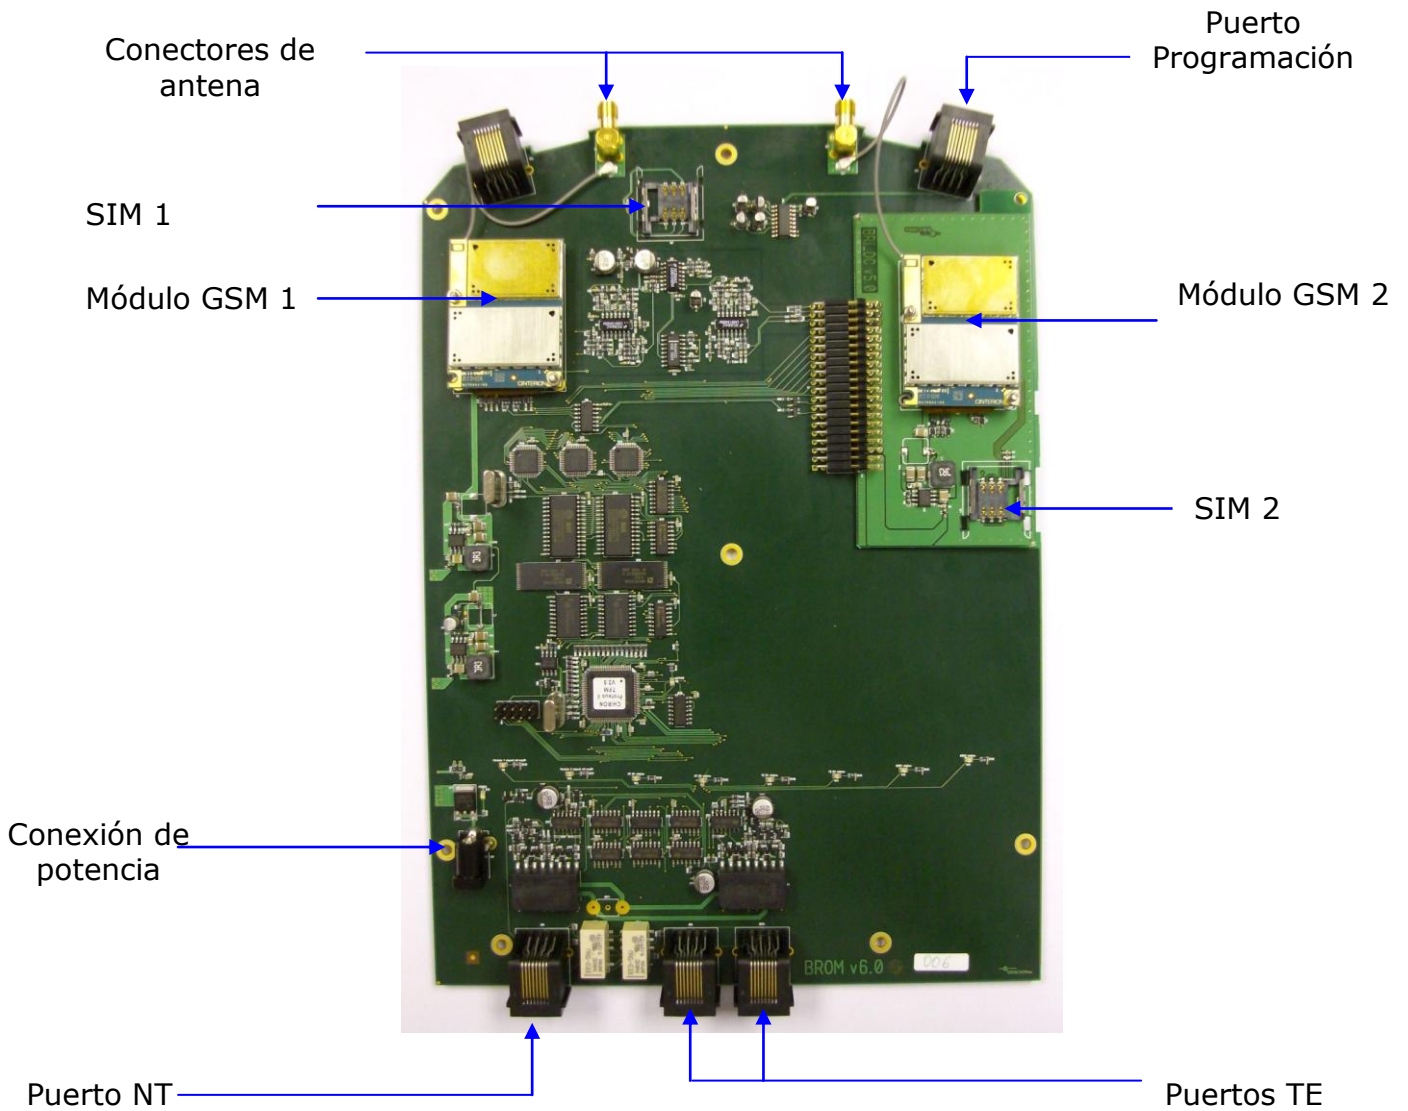

Figura 1
2. Conectar las antenas (ver Figura 1)
3. Inserte la(s) tarjeta SIM. } *Ver Figura 1*